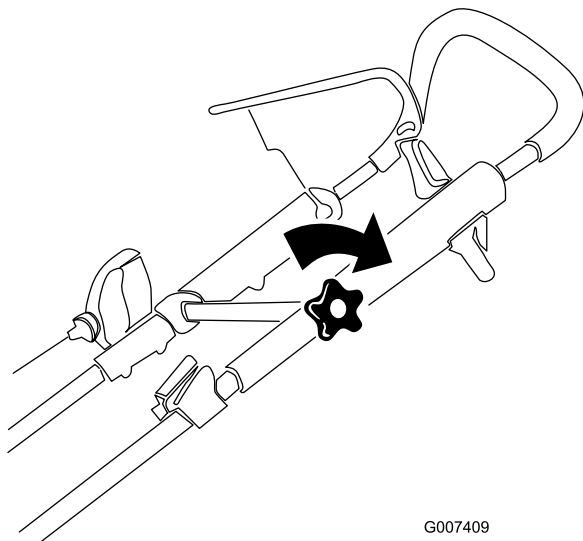

Bild 5
3. Positionieren Sie den Griff nach Wunsch und Ziehen Sie das Handrad des oberen Griffs fest (nur Modell 20996) (Bild 5).